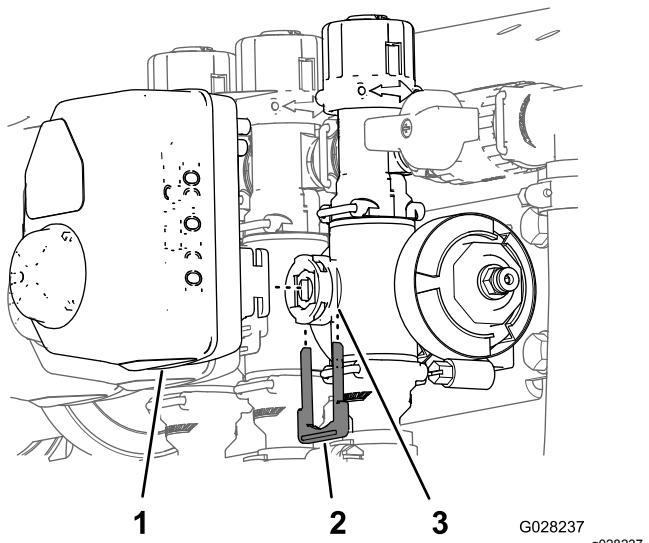

Figure 87
- Retirez l'étrier qui fixe l'actionneur à la soupape de collecteur pour le régulateur de débit, la vanne d'agitation, la vanne maîtresse des rampes ou la vanne de section de rampe (Figure 87).